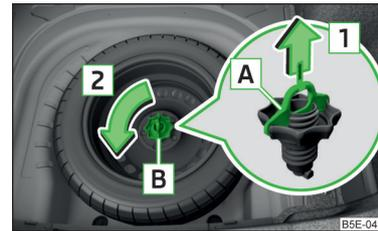

Abb. 210
Das Rad befindet sich in einer Mulde unter dem Bodenbelag im Gepäckraum und ist mit einer Spezialmutter **B** befestigt » Abb. 210.
- Die Sicherung **A** in Pfeilrichtung **1** herausziehen » Abb. 210.
- Die Mutter **B** entgegen der Pfeilrichtung **2** einschrauben » Abb. 210.